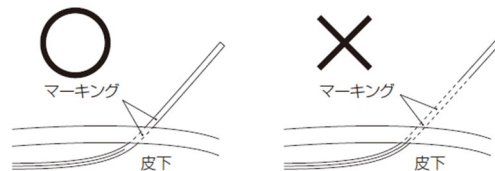

図6
- 1)留置位置表示マークが2個とも体表面に出ていないことを確認すること。マーキングが2個とも体表面に出ていると、吸引部が体表に露出し、エアリークによる吸引特性の低下、および感染の危険性がある。(図6)